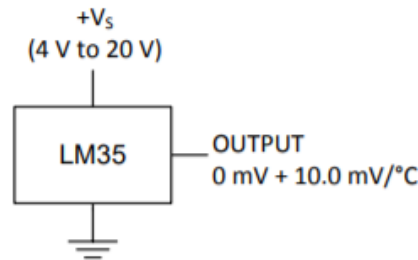

Figura 5. Terminales del LM35.
- Sus terminales son: Voltaje de entrada (alimentación), tierra, y salida como se muestra en la figura 5.